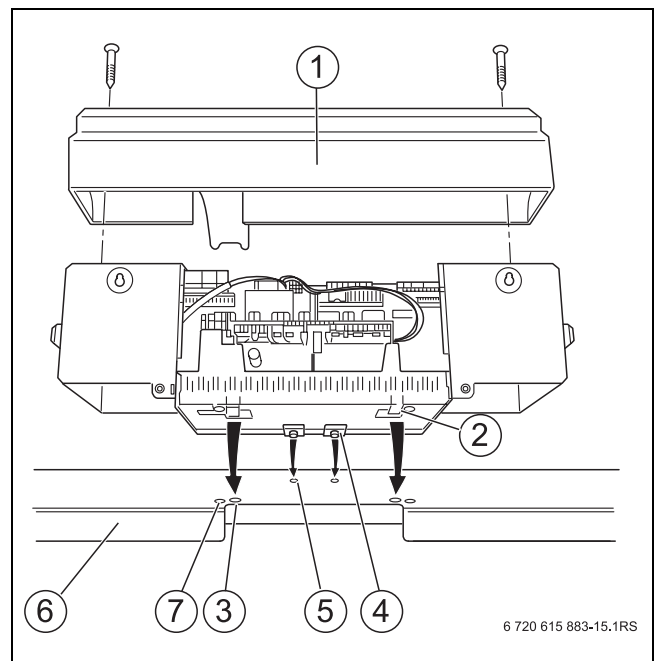

Рис. 17 Монтаж системы управления
На рис. 17 показан вид сзади системы управления и её верхней крышки [1].
- ▶ Установите крышку на место (→ рис. 17, стр. 23).
- ▶ Закрепите крышку системы управления винтами (→ рис. 17, стр. 23).